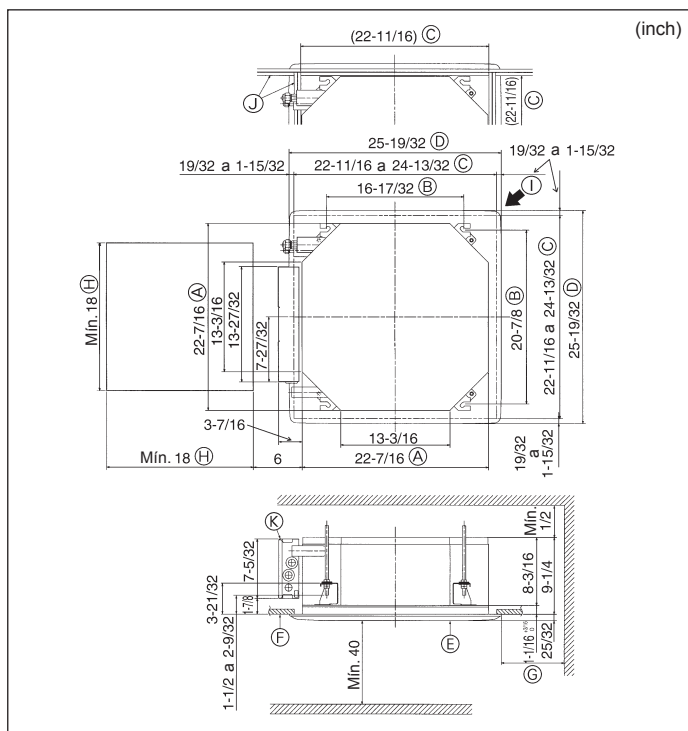

Fig. 3-2
⑤	Tornillo con arandela (M5 × 25) para montar la rejilla	4
⑥	Tubo de desagüe	1
⑦	Aislante	1
3.2. Apertura del techo y ubicación de los tornillos de suspensión (Fig. 3-2)